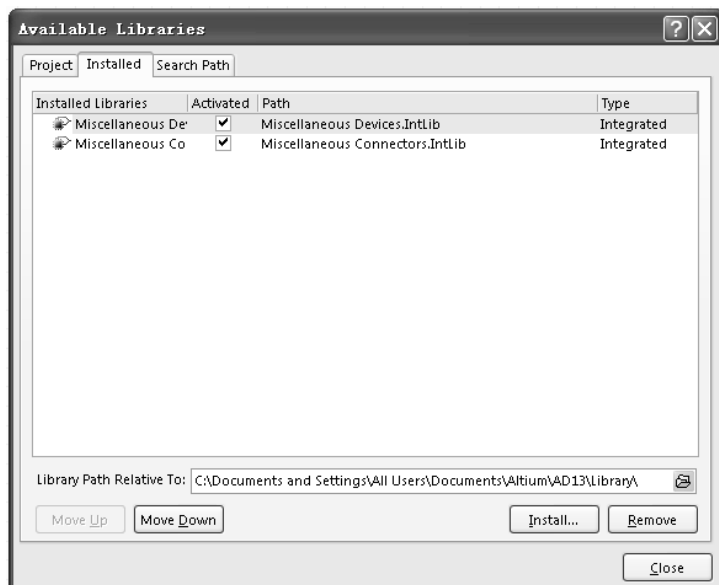

图 2.2.4 “Available Libraries (可用库)”对话框
(1) 单击窗口右侧的“Library (库)”标签，打开“Library (库)”面板。
(2) 单击上方的“Library (库)”按钮，弹出“Available Libraries (可用库)”对话框，单击对话框上的“Installed (已安装)”标签，其中列出的就是当前项目已经安装可供使用的元件库。如图 2.2.4 所示，可以看到其中包含 Miscellaneous Devices.IntLib 元件库，表示其已经加载进来。下面只需要加载元件库 TI Analog Timer Circuit.IntLib 即可。